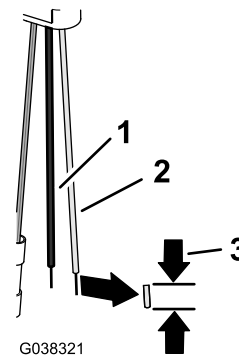

Figura 38
- Rimuovete 8 mm di isolamento dal filo rosa e dai fili neri dell'adattatore a 4 pin (Figura 38).